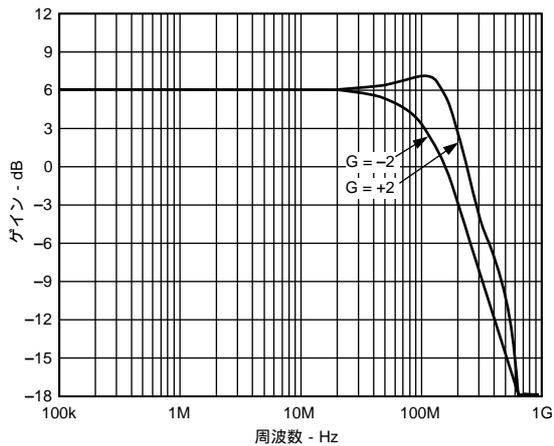

図11 補償量の同じ2つの高速オペアンプをゲイン+2およびゲイン - 2に設定した場合のAC応答
- 差動アンプの設計（例えば、「アプリケーション」のセクションに示す図11の場合）などにおいて、ゲインのブロックを異なるノイズ・ゲインに対して整合させます。
AD8021は、ほとんどのA/Dコンバータのローノイズ差動ドライバや、バランス・ラインおよび差動ドライブを必要とするアプリケーションに適しています。一对の内部補償のオペアンプが、インバータとフォロワとして構成されている場合には、インバータのノイズ・ゲインは、フォロワのセクションよりも大きくなり、周波数応答におけるバランスが失われます (図11を参照)。AD8021の際立った外部補償機能により、より良いソリューションが得られます。インバータの C_{COMP} の値を小さくすることにより、帯域幅が広がってフォロワの帯域幅と整合して、ゲイン帯域幅および位相遅延における妥協を排除できます。この補償機能によって、反転/非反転の帯域幅を精密に整合でき、歪みを最小化できます。